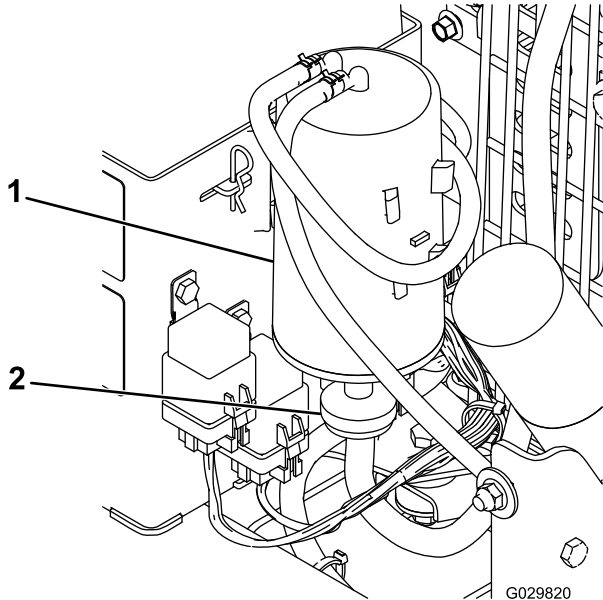

Figura 13
2. Retire y deseche el filtro de aire del cartucho de carbón (Figura 13)